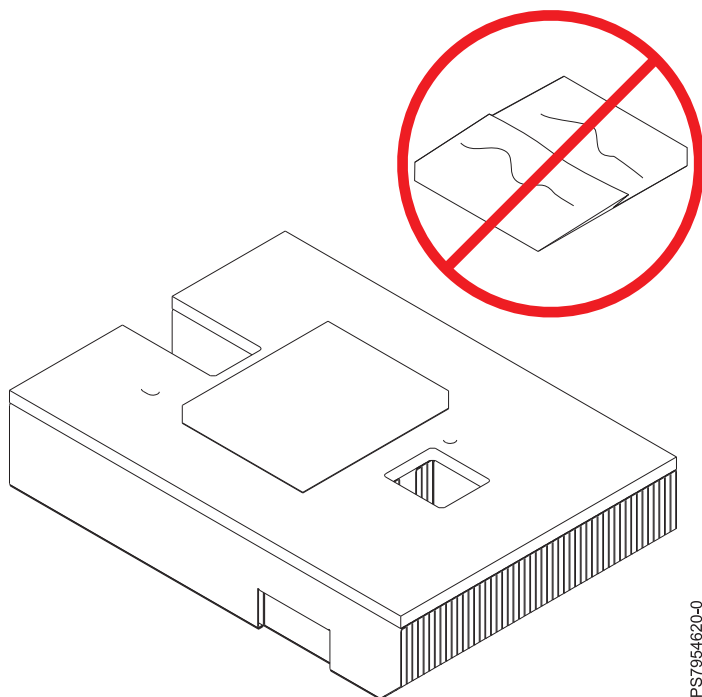

図 43. 熱伝導材料を調べる
8. 熱伝導材料 (TIM) を調べて、目に見える損傷がないかどうかを確認します (86 ページの図 43 を参照)。